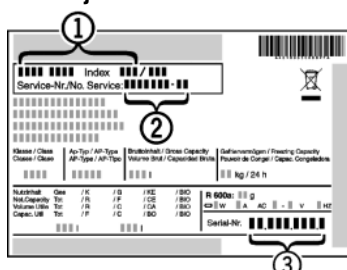

Fig. 37
- ▶ Odczytać z tabliczki znamionowej oznaczenie urządzenia Fig. 37 (1), nr serwisowy Fig. 37 (2) oraz numer seryjny Fig. 37 (3). Tabliczka znamionowa znajduje się po lewej stronie urządzenia.